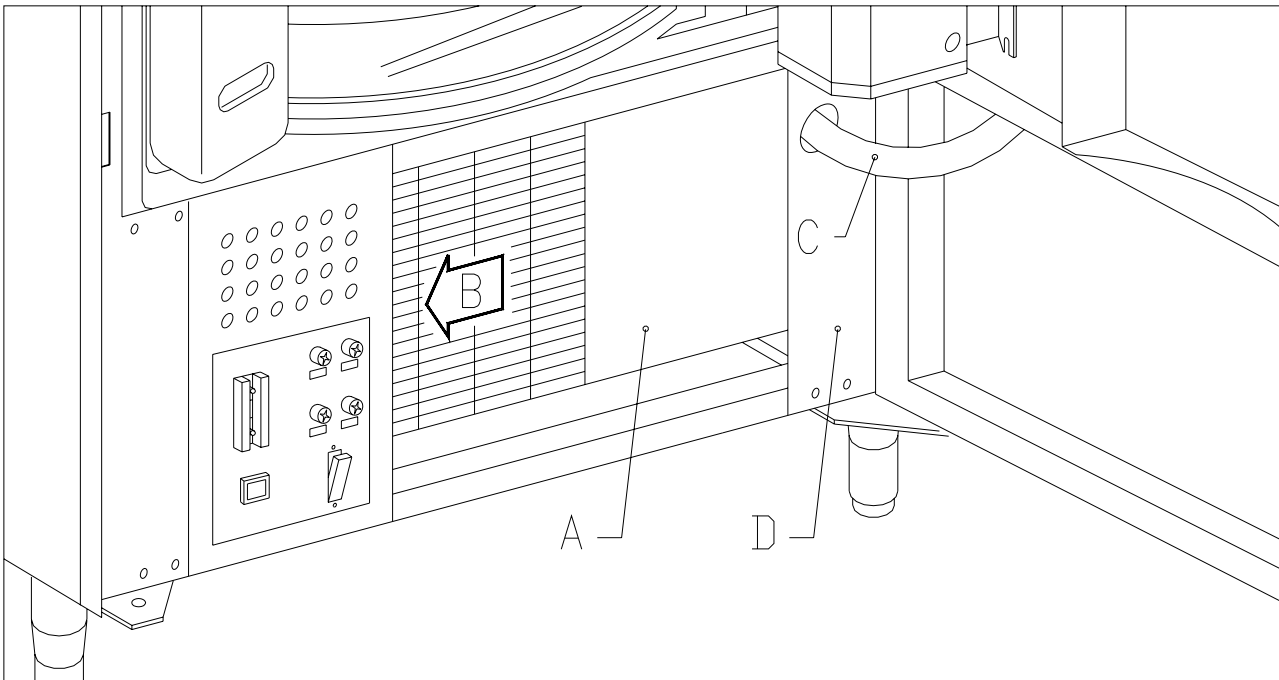

FIG. 18
- Sacar la chapa anterior de protección del grupo frigorífico pos. A FIG. 18 desenroscando los tornillos y los pequeños volantes de fijación;
- Desconectar el conector de suministro eléctrico del grupo frigorífico pos. B FIG. 18 (en el lado derecho del panel);
- Desconectar la sonda relativa al grupo frigorífico pos. C FIG. 18.
- Desmontar el perfil inferior derecho pos. D FIG. 18 y para ello extraer los tornillos de fijación.